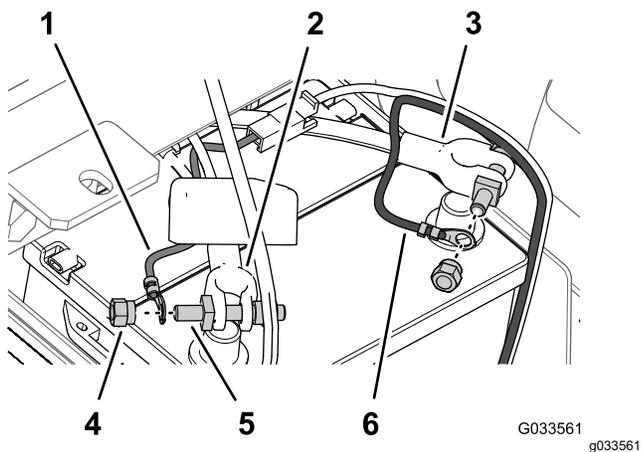

Рисунок 31
- Прикрепите круглую клемму плавкой перемычки (жгут проводов опрыскивателя) с помощью зажимной гайки к штырю болта клеммы, который был установлен на положительный кабель аккумулятора (Рисунок 31).
7. Прикрепите круглую клемму отрицательного провода (черный — жгут проводов опрыскивателя) с помощью зажимной гайки к штырю болта клеммы, который был установлен на отрицательный кабель аккумулятора (Рисунок 31).